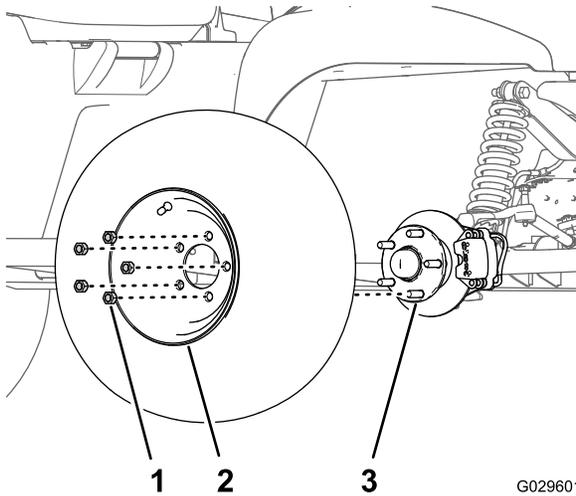

Figure 27
2. Retirez les 5 écrous de roue qui fixent la roue au moyeu (Figure 27).
4. Alignez les trous dans la roue et les goujons du moyeu puis montez la roue sur le moyeu en plaçant la valve à l'extérieur (Figure 27).
5. Fixez la roue sur le moyeu avec les écrous de roue (Figure 27), et serrez les écrous à un couple de 108 à 122 N·m.